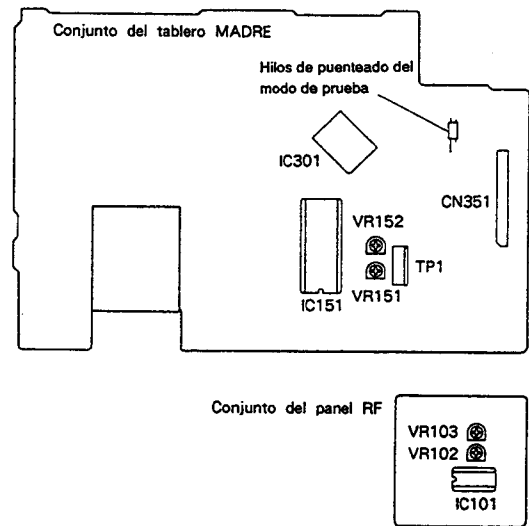

Figura 1 Lugares de ajuste
- 2. Cortocircuite los hilos de puenteado de modo de prueba. (Consulte la figura 1.)